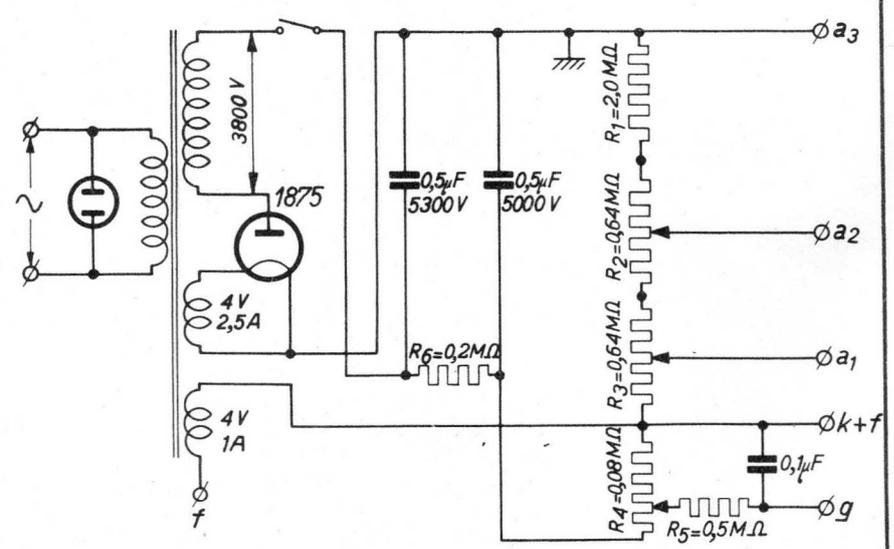

FIG. 5
In Abbildung 5 ist eine Schaltung dargestellt, die in fast allen Fällen brauchbar ist. Die gewünschten Spannungen zwischen Kathode und Gitter, der ersten, der zweiten und der dritten Anode werden durch Anpassung eines Potentiometers erzielt.
Die Helligkeit des Bildes auf dem Schirm richtet sich nach der Grösse des Elektronenstromes, der von der Kathode zum Schirm fliesst. Die Regelung dieses Stromes kann mit Hilfe der Spannung am Gitter (g) (R4 in Abb.5) erfolgen.
- 2.) Sorgfältig ist darauf zu achten, dass hochspannungsführende Teile gegen zufällige Berührungen hinreichend abgeschirmt sind; auch ist zu beachten, dass bei einem etwaigen Durchschlag von Kondensatoren bestimmte Teile unter Hochspannung stehen können, die nicht dafür bestimmt sind. Es wird empfohlen parallel zur Primärwicklung des Netztransformators eine kleine Neosignallampe zu schalten, wie in Abb. 5 angegeben.